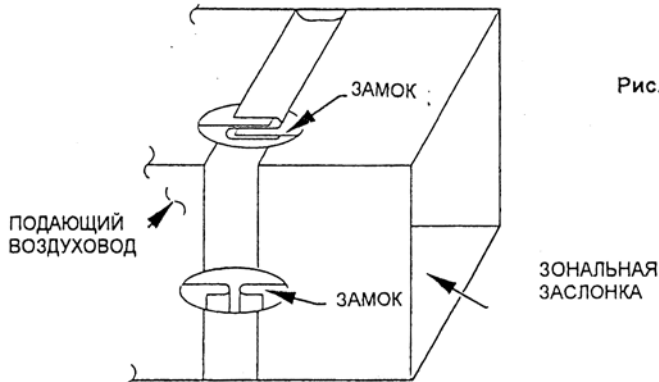

Рис. 3 - Прямоугольный металлический воздуховод
1. Производите соединения, используя замковые соединения (см. рис. 3).